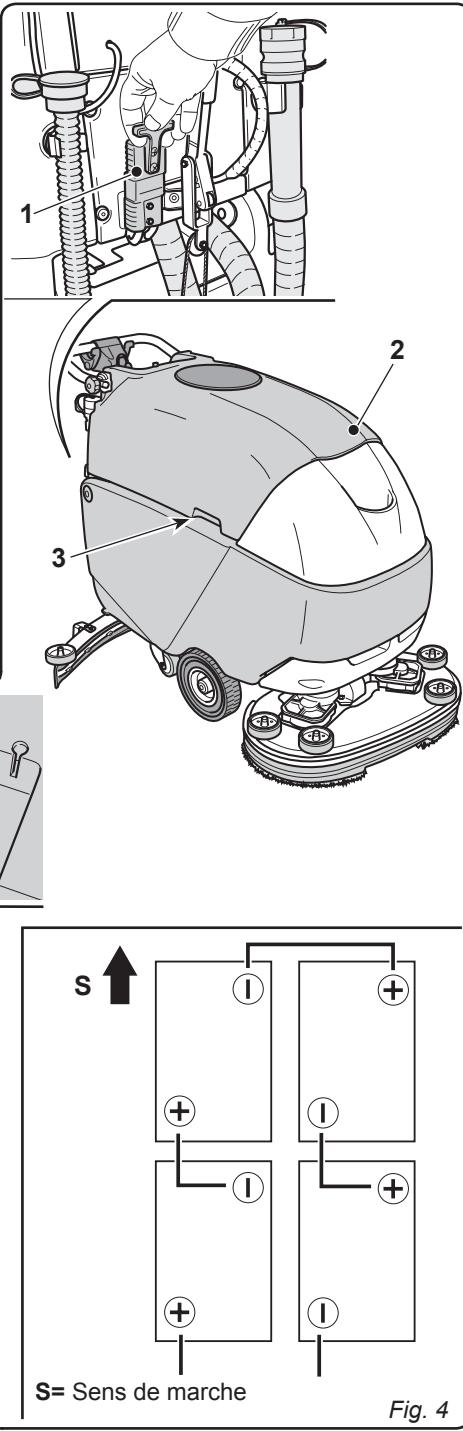

Fig. 4
- Desserrer les volants à main (1).
- Placer la poignée (2) à la hauteur souhaitée puis serrer les volants à main (1).
3.1.b - Installation et branchement de la batterie (Fig. 4)
- Débrancher la fiche (1).
- Soulever le réservoir (2), en utilisant la poignée (3) jusqu'à son renversement complet.
- Placer la batterie (4) comme indiqué sur la figure et la brancher comme l'indique le schéma de la Fig. 4 en utilisant les câbles fournis.
- Visser les bornes (5) en utilisant une clé isolée.
- Baisser le réservoir (2).
- Brancher la fiche (1).